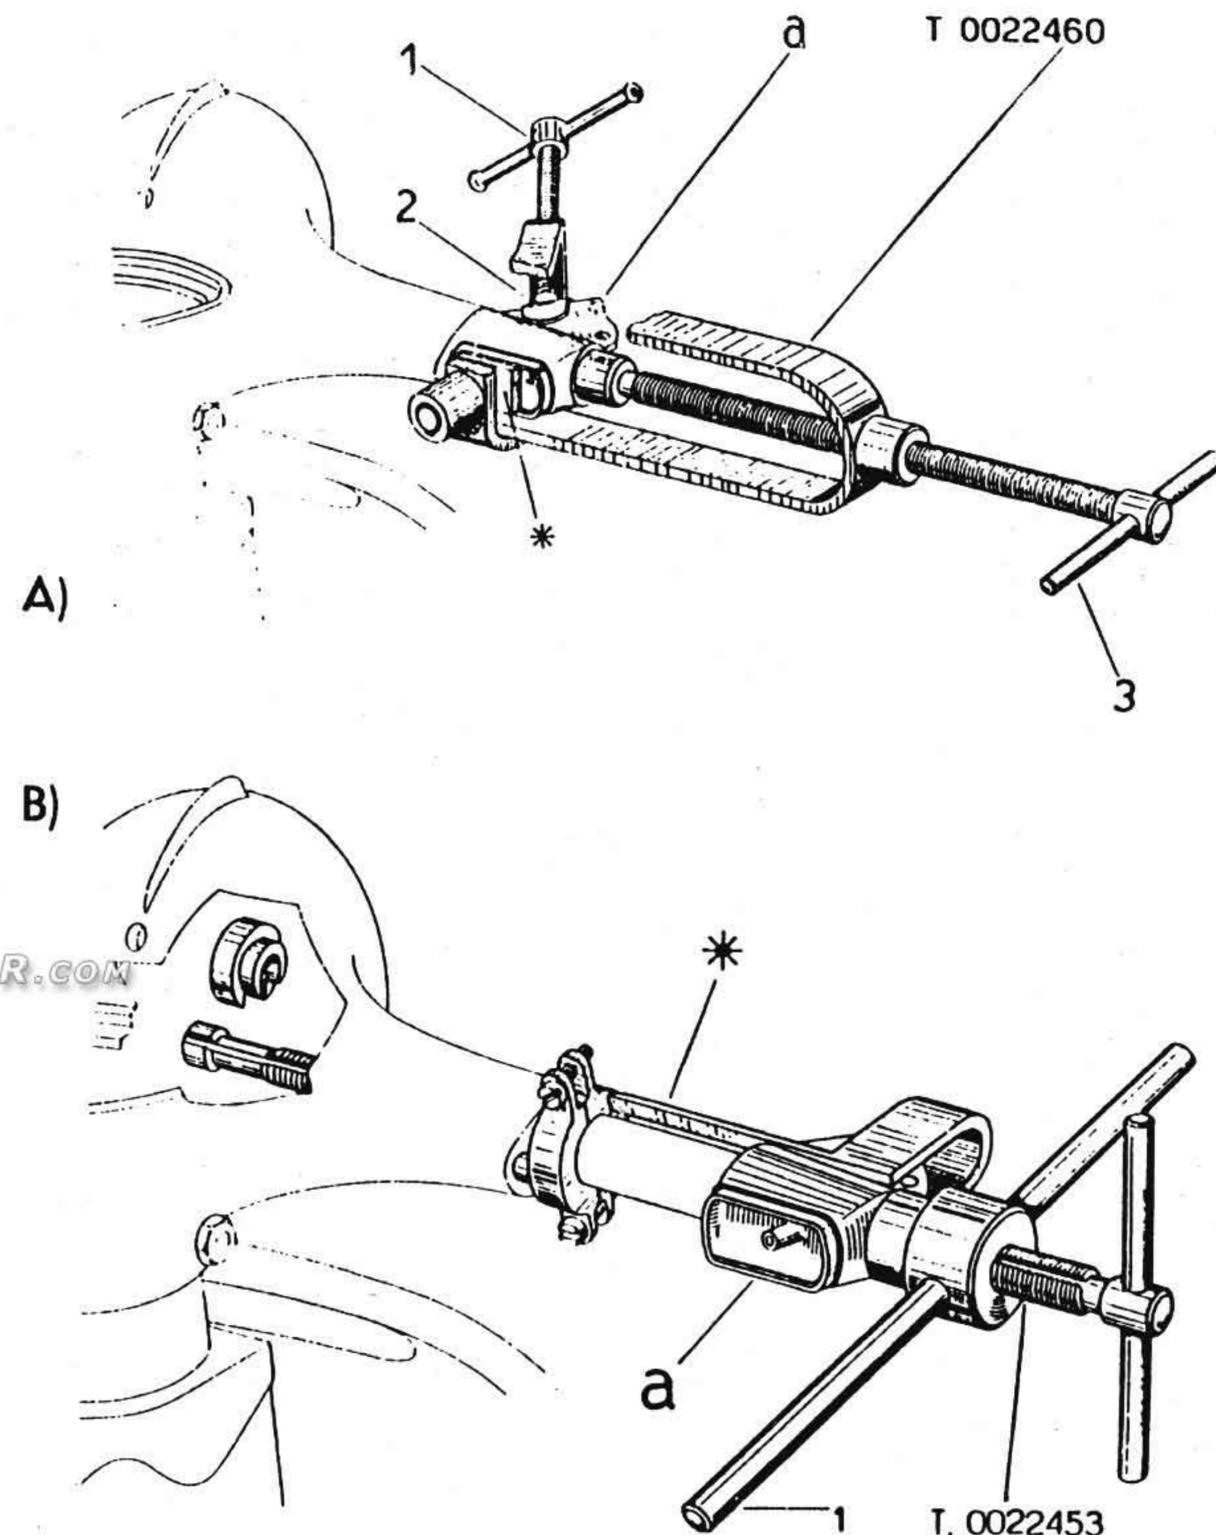

Fig. 58
a) Démontage (fig. 58/A).
- Placer l'outil T.0022460 comme en fig. 58/A, après y avoir montée la pièce marquée avec * (choisir parmi les pièces qui complètent l'outil celle qui convient au type de boîte où loge le commutateur à déposer); insérer cette pièce dans le siège du commutateur.
- Visser (sans trop serrer) le pivot fileté (1) ayant soin que la sellette se pose sur le plan incliné de la boîte « a ». Dès que le centrage de l'extracteur est introduit jusqu'à buter sur le tube fixe du guidon, agir sur la vis (3) jusqu'à extraction complète.
b) **Remontage** (fig. 58/B).